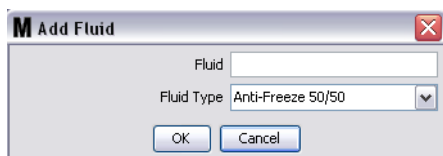

FIG. 67
3. Dans l'écran "Add Fluid" (Ajouter un fluide), saisissez un nom pour le fluide dans le Champ "Fluid" (Fluide) (FIG. 67). 40 caractères maximum. Pour faciliter l'identification et la génération des rapports, il est recommandé que des noms des fluides soient courts.